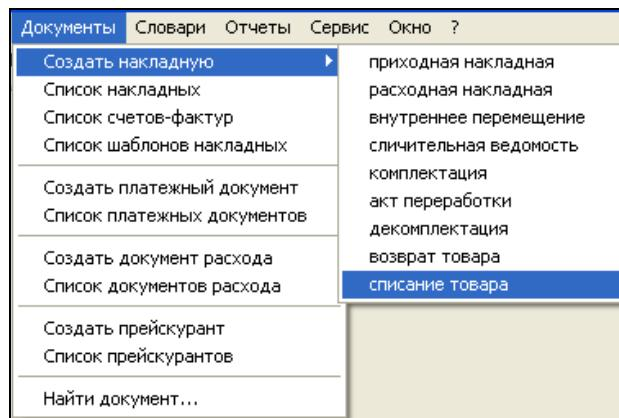

Рис. 26
В этом пункте меню осуществляется работа с документами (см. Рис. 26)
*Создать накладную* – выбрав этот пункт меню, Вы можете создавать документы перечисленных типов (см. Рис. 26).